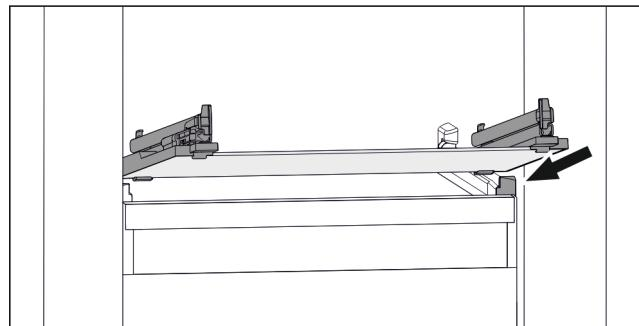

Fig. 122 Приближене відображення скляної пластини
- Встановити скляну пластину за стопорами навскоси. (див. Fig. 122)